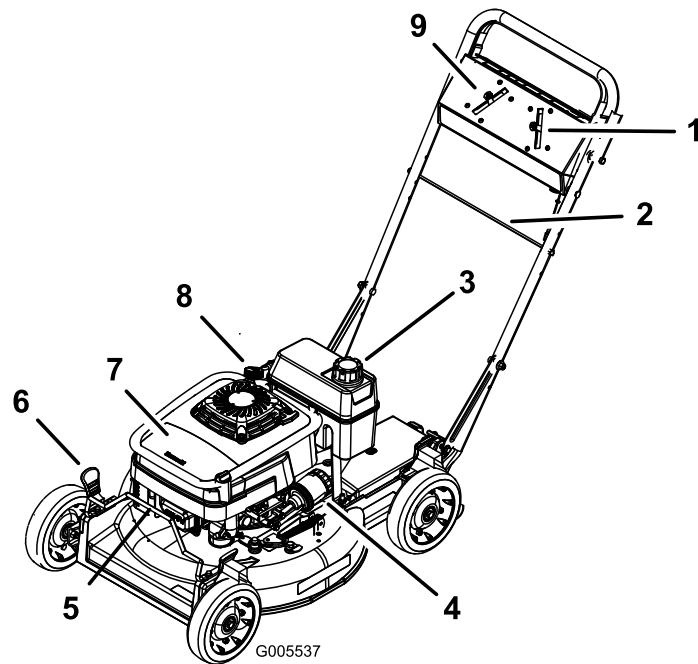

Figura 8
4. Portate il selettore della velocità in posizione di folle (N) (Figura 8).